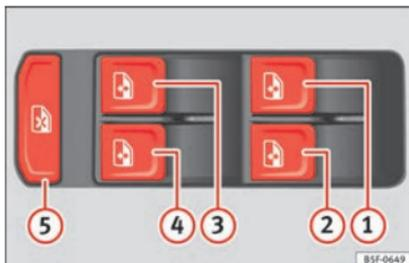

Fig. 137 Detalle de la puerta del conductor: mandos para las ventanillas (vehículo de 5 puertas con elevalunas eléctricos anteriores y posteriores).
Las teclas » **fig. 137** ①, ②, ③ y ④ tienen dos posiciones para la apertura de las ventanillas y otras dos para el cierre. De este modo es más fácil controlar las operaciones de apertura y cierre.